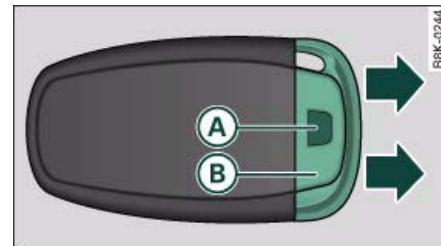

Fig. 19 Llave de control remoto:
- Pulse la tecla de desbloqueo **(A)** ⇒ fig. 19.